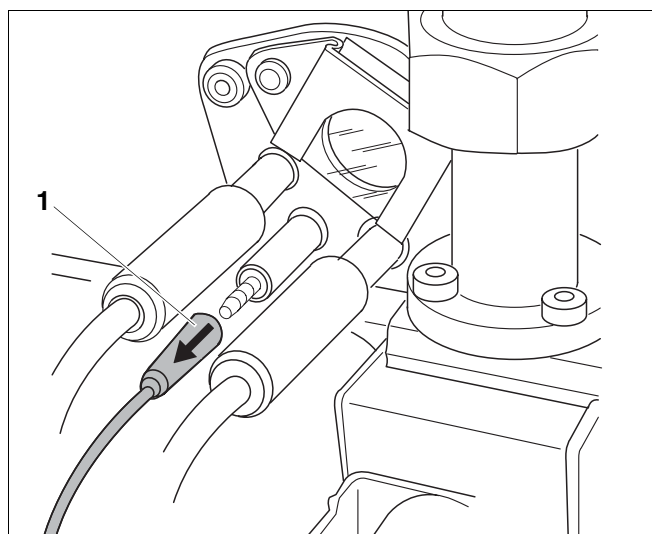

Fig. 17 Test du contrôle de flamme ; débranchement du câble d'ionisation du connecteur de l'électrode d'ionisation
- Débranchez le câble d'ionisation du connecteur de l'électrode d'ionisation lorsque le brûleur est en marche (fig. 17, **pos. 1**).